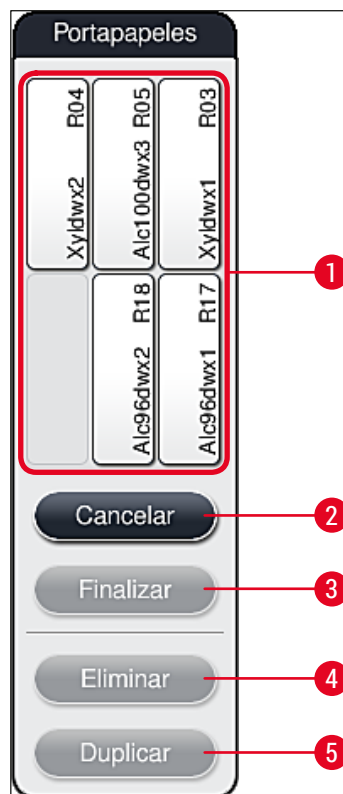

Fig. 64
- Después de la confirmación, se abrirá el **Portapapeles** (→ "Fig. 64"), al cual se pueden mover hasta 6 estaciones de reactivos (→ "Fig. 64-1").